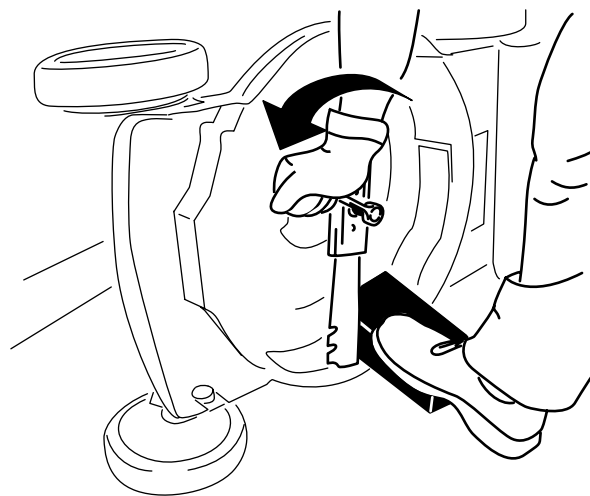

Рисунок 32
3. Используйте деревянную подкладку для неподвижного удерживания ножа (Рисунок 32).
4. Снимите нож, сохранив все крепежные детали (**Рисунок 32**).